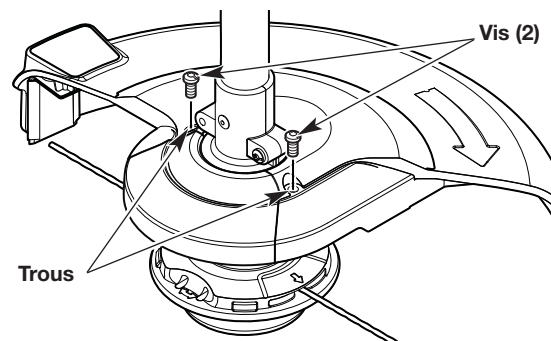

Fig. 3
3. Alignez les orifices de la section arrière de bouclier avec les orifices de la section de bouclier avant (Fig. 3).
4. Insérez les 2 vis dans les orifices alignés (Fig. 3). Tournez manuellement les vis jusqu'à ce qu'elles soient serrées.